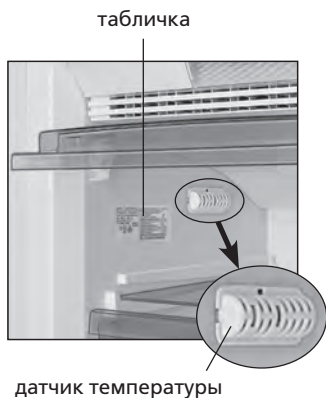

Рисунок 5
1.7 Морозильник повинен експлуатуватися в діапазоні температур навколишнього середовища, що відповідає кліматичному класу, вказаному на його табличці (див. рис. 5). Відповідність діапазонів температур кліматичним класам наведено у таблиці 1.